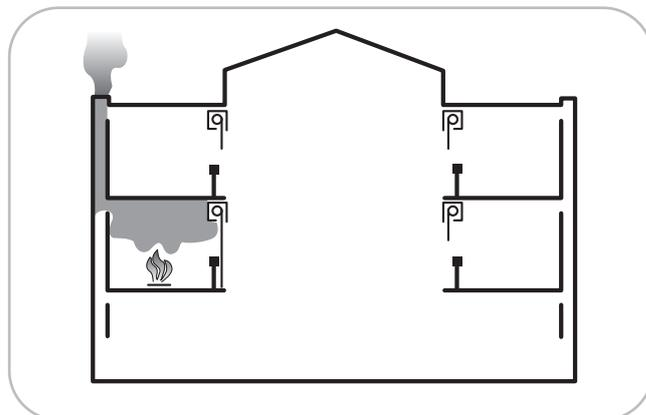

Fig. 12
- Un cantonnement partiel (Fig. 12).